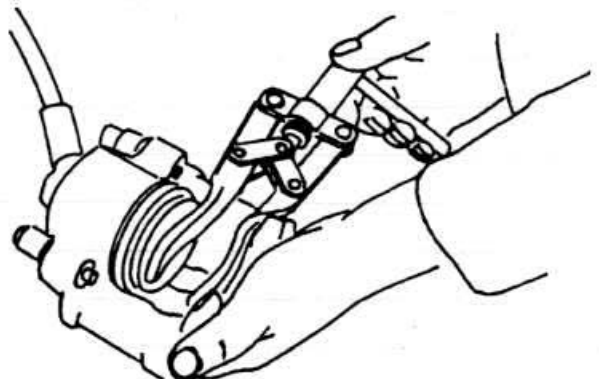

Рис. 6.3
- ◆ Используя специальные щипцы (рис. 6.3), вдавите поршень в тормозной цилиндр. Проверьте уровень жидкости в компенсационной бачке на главном тормозном цилиндре. При необходимости удалите из бачка излишки тормозной жидкости.